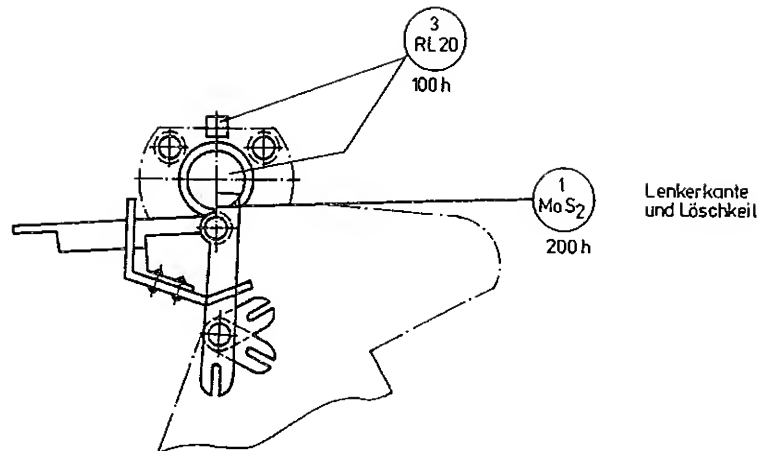

Bild 18 Schmierstellen an der Exzenterlöschachse
- Ölfilz an beiden Lagern der Exzenterlöschachse (Bild 18).